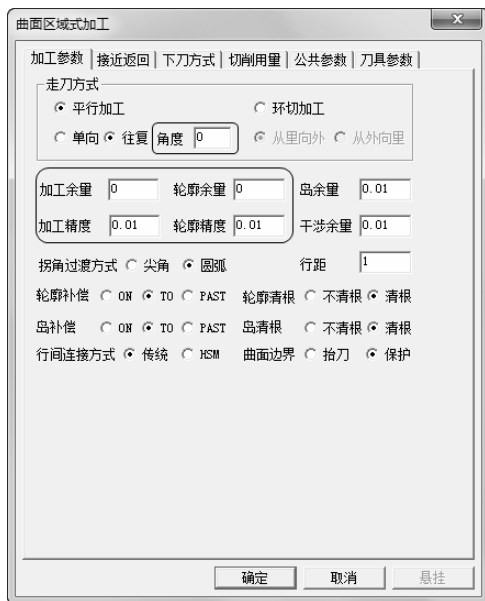

图 3-79 “加工参数”选项卡
1) 单击“加工参数”选项卡，设置“走刀方式”为“平行加工”、“往复”，“拐角过渡方式”为“圆弧”，“轮廓补偿”与“岛补偿”均为“TO”，“轮廓清根”与“岛清根”均为“清根”，“曲面边界”为“保护”，其余选项都选为系统默认。具体“角度”、“加工精度”、“加工余量”、“轮廓精度”、“轮廓余量”参数数值如图 3-79 所示。